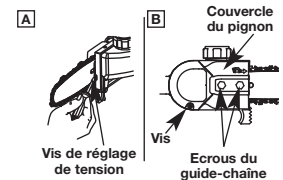

Fig. 8
1. Retirez la vis et les écrous maintenant le guide-chaîne en place. Enlevez ensuite la protection du pignon (Fig. 8, B).
2. À l'aide d'un tournevis plat, donnez à la vis de serrage 4 tours dans le sens contraire des aiguilles d'une montre (Fig. 8, A).
6. Ajustez la vis de réglage de la tension (Fig. 8, A) afin de pouvoir insérer le guide-chaîne (Fig. 10). Veillez à ce que la chaîne suive la rainure dans le guide-chaîne et tournez la vis de réglage de la tension pour serrer la chaîne.
7. Installez la protection du pignon et serrez la vis et les écrous (Fig. 8, B).
1. Desserrer les écrous jusqu'à ce qu'ils puissent être serrés à la main (Fig. 8, B).
2. Tenir la tête du guide-chaîne vers le haut et utiliser un tournevis pour tourner la vis de réglage du guide-chaîne dans le sens des aiguilles d'une montre pour serrer la chaîne (Fig. 8, A). Tourner la vis dans le sens inverse des aiguilles d'une montre tend la chaîne sur le guide-chaîne.